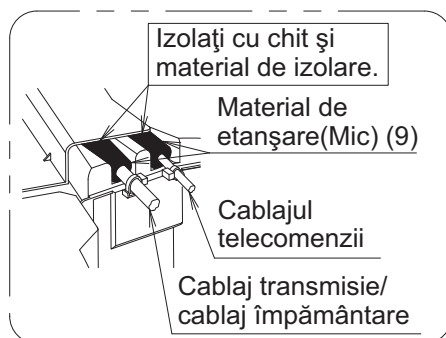

Fig. 39
- Tăiați materialul de etanșare (mic) (9) în două bucăți și înfășurați fiecare cablu cu câte o bucată. **(Consultați Fig. 39)**